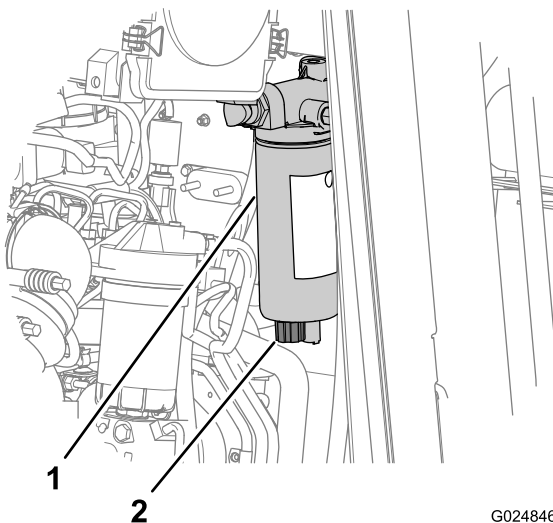

Figure 20
2. Placez un bac de vidange sous le robinet de vidange du séparateur eau/carburant (Figure 20).